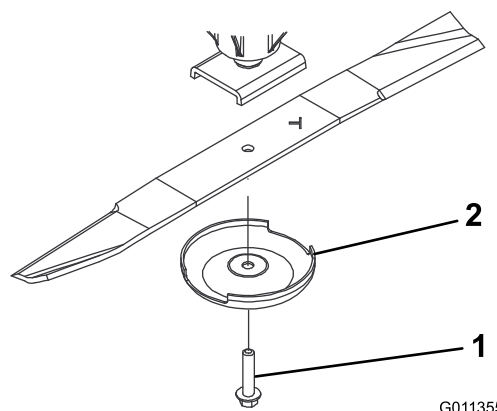

Figura 72
- Segure a extremidade da lâmina utilizando um trapo ou uma luva grossa e retire o parafuso da lâmina, recipiente antidanos e a lâmina do veio do eixo (Figura 72).
- Instale a lâmina, com a aba voltada para a plataforma de corte, com o recipiente antidanos e o parafuso da lâmina (Figura 72).